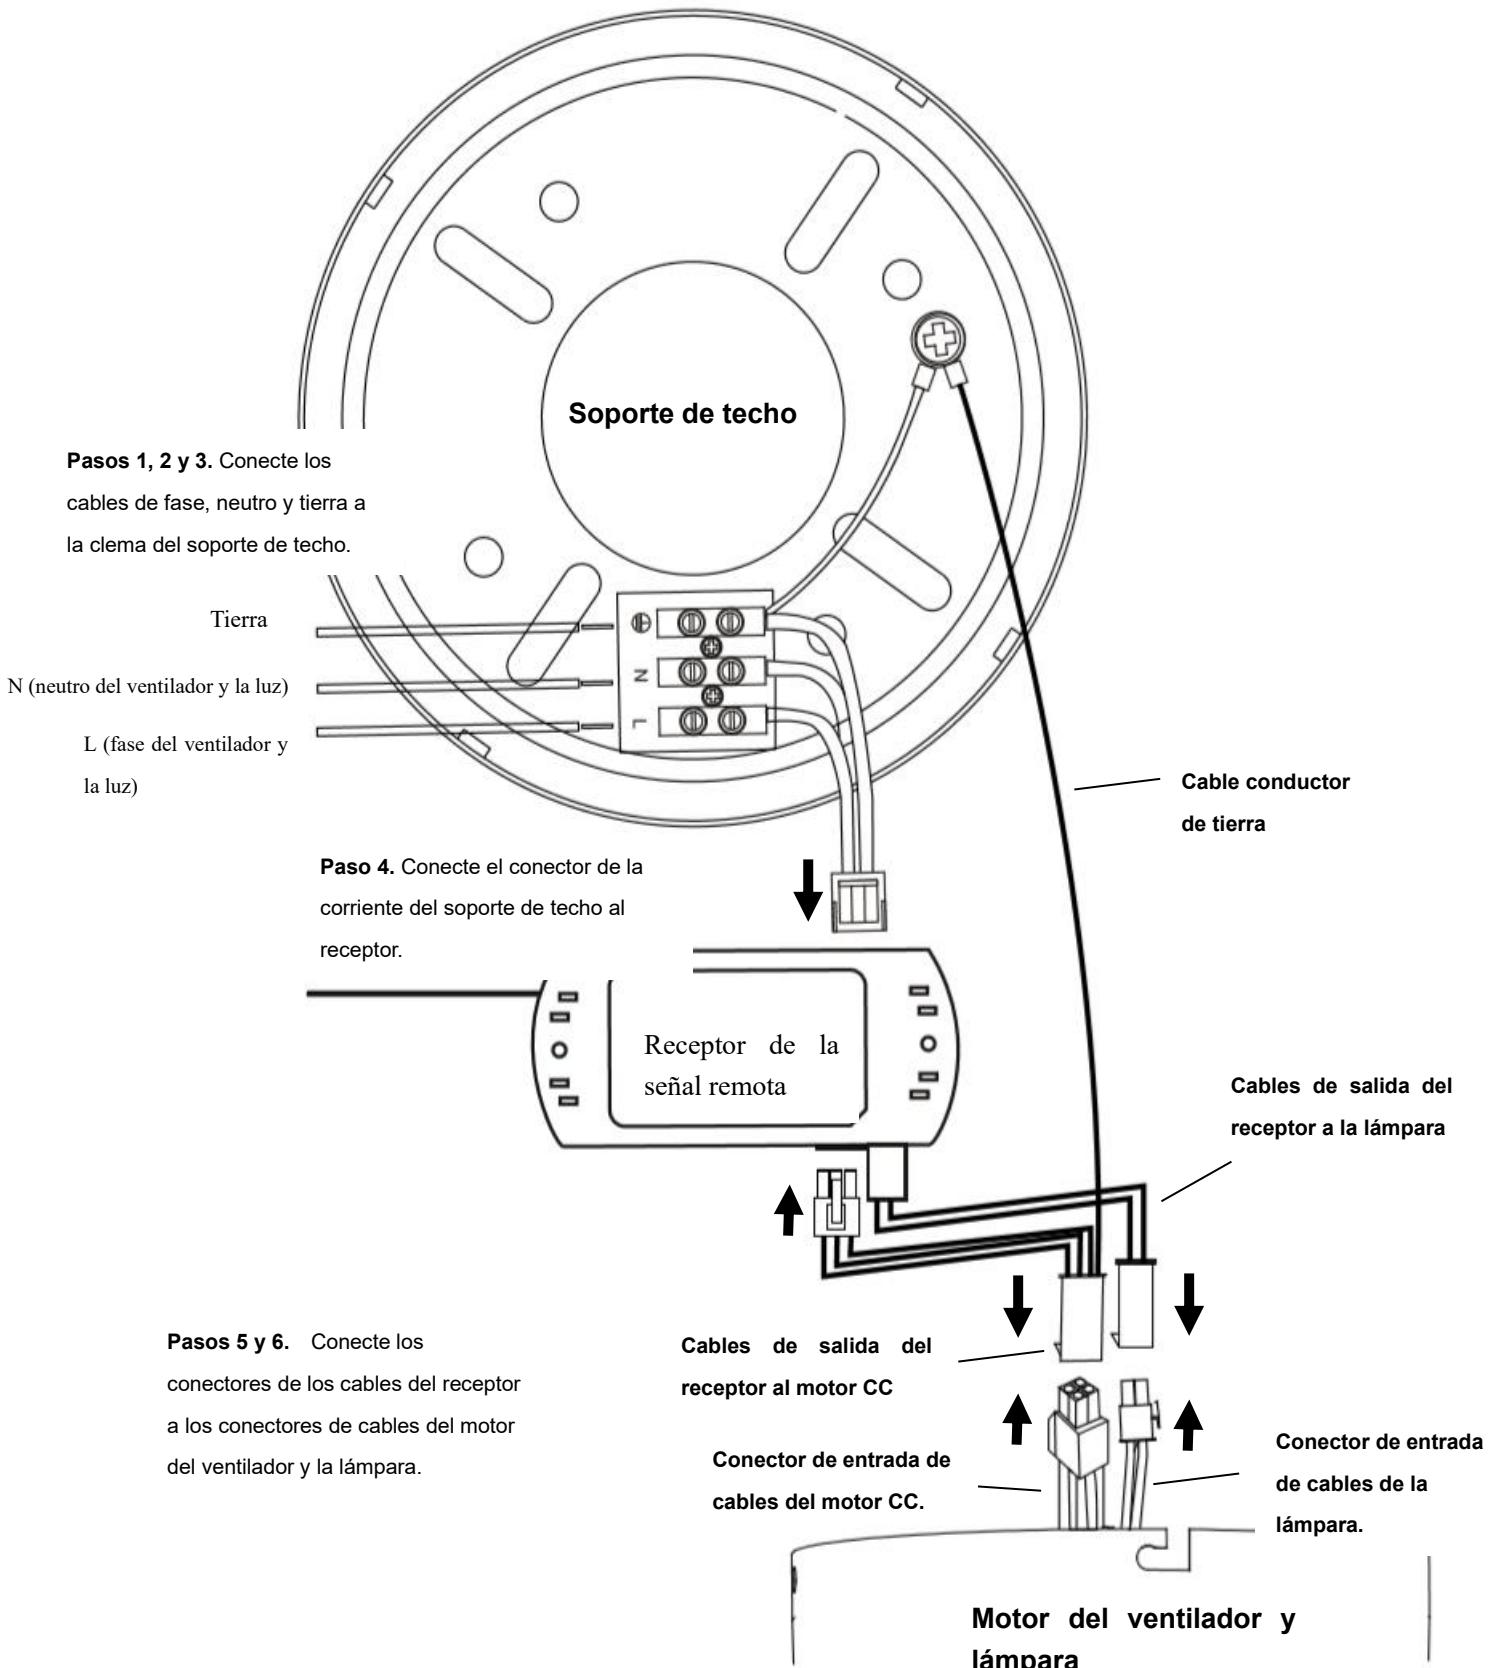

Fig. 4
**PREPARE Y COMPLETE EL CABLEADO ELÉCTRICO --- DIAGRAMA DEL CABLEADO (Fig. 4)**
**Del suministro de corriente a la clema del soporte de techo: (Fig. 4)**
**Del soporte de techo al receptor y el motor: (Fig. 4)**
- Conecte los cables de salida del controlador/receptor del motor CC (desde el soporte de techo con el cable de tierra) a la salida del controlador/receptor del motor CC (**Fig. 4**). Conecte los cables de salida del controlador/receptor del motor CC (desde el soporte de techo con el cable de tierra) a la entrada del motor del ventilador (**Fig. 4**).